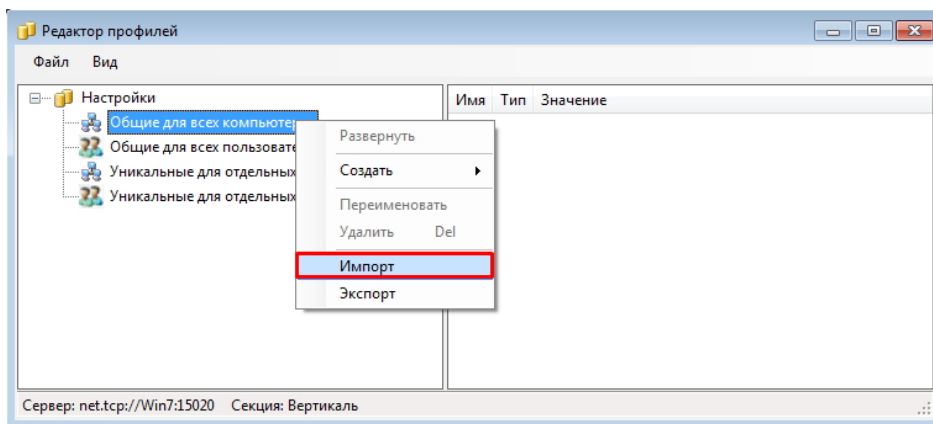

Рис. 4.11
4. С помощью Редактора профилей выполните импорт ранее сохраненных настроек в соответствующие секции (рис. 4.11).